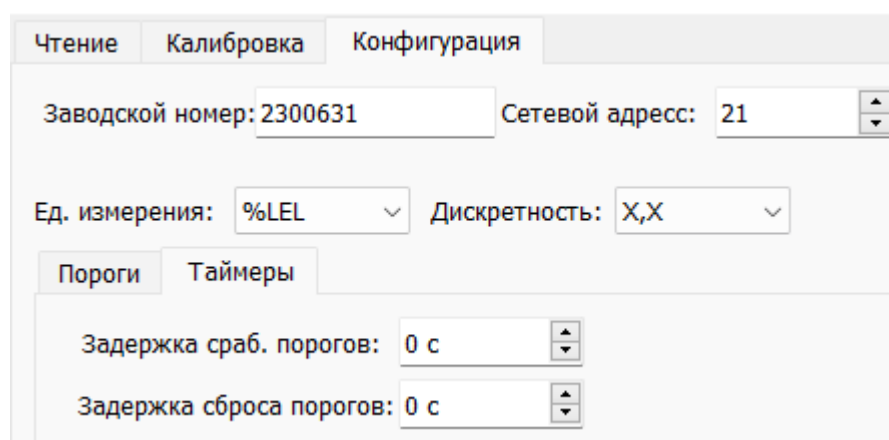

Рис.20 – Параметры Таймера
2. В окне «Таймеры» изменение значения времени задержки сработки порогов и сброса порогов согласно Рис.20.